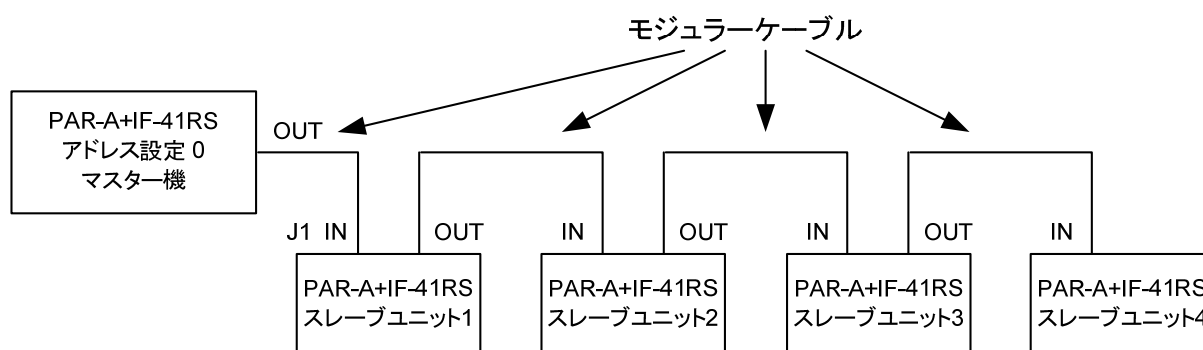

Fig.13 IF-41RS を使用したマスターオペレーション
- ・ IF-41RS を搭載した PAR-A 電源をアドレス 0 に設定し、マスター機として Fig.13 のようにモジュラーケーブルによって接続すれば、マスター機への操作と同じ内容を 4 台のスレーブ機に反映させることができます。スレーブ機に反映できる設定は以下の項目になります。
- ① プリセット 1～4 の選択
- ② MAIN OUTPUT KEY の ON/OFF
- ③ OUTPUT SELECT KEY の設定
- ④ 電圧・電流設定値
- ① マスターオペレーション動作を開始したら PRESET KEY はいっさい押さずに電圧・電流設定値の変更は設定用ロータリーエンコーダのみでおこなってください。
- ② あらかじめマスター機、スレーブ機のプリセットに電圧・電流値を設定しておき、電圧電流値の設定は PRESET 1～4 KEY の選択のみでおこなってください。